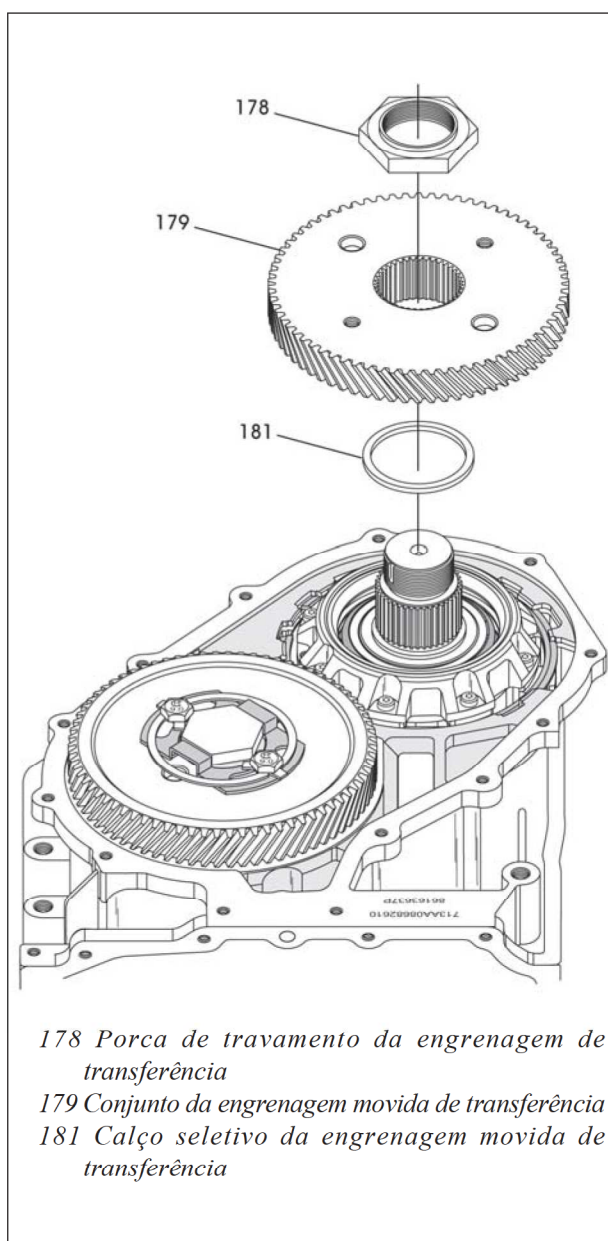

Figura 74
63. Remova a porca de fixação da engrenagem movida de transferência utilizando uma chave soquete 51 mm, conforme mostra a figura 74.
64. Remova a engrenagem movida de transferência e seu calço seletivo, conforme a mesma figura 74.